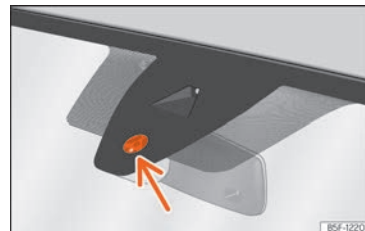

Fig. 109 Surface sensible du détecteur de pluie.
Les causes possibles d'anomalies et d'interprétations erronées *dans la zone de la surface sensible* » fig. 109 du détecteur de pluie peuvent être :
- Nettoyez régulièrement la surface sensible du détecteur de pluie » fig. 109 (flèche) et vérifiez l'état des balais.